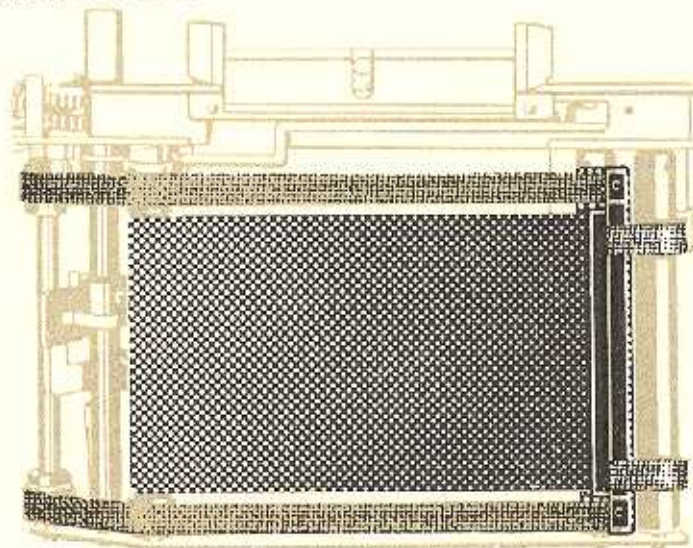

Abb. 3
- Abb. 3 – Rollos abgelaufen –